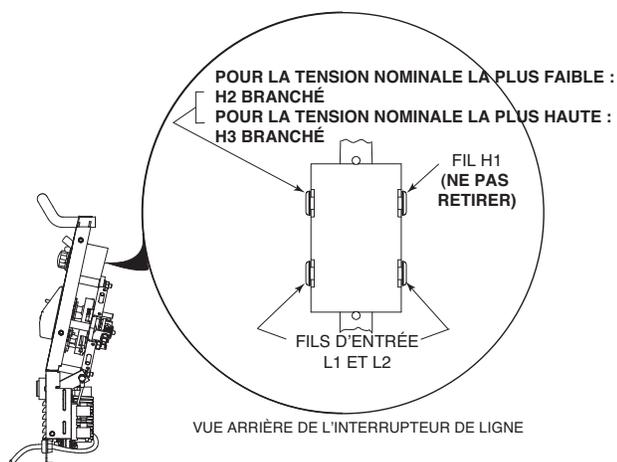

FIGURE A.1 Fils de Reconnexion
**Pour le branchement de la tension nominale la plus faible** (Se reporter à la Figure A.1):
**Pour le branchement de la tension nominale la plus élevée** ((Se reporter à la Figure A.1):